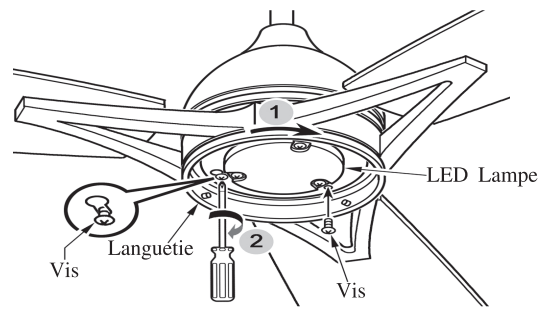

FIG.21
- Faites glisser le kit d'éclairage en plaçant la fente au-dessus des vis de la plaque du kit d'éclairage. Tournez le kit d'éclairage jusqu'à ce qu'il se verrouille en place au niveau de la section étroite des fentes. Ensuite, serrez les vis retirées et desserrées précédemment. (Voir fig.21)